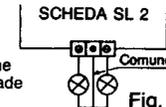

Fig. 3
- 3.C) La morsettiere di questa scheda è a tre posti; quello centrale sarà collegato al comune (filo blu) delle due lampade, gli altri due posti andranno collegati al filo di ritorno delle lampade (vedi fig. 3).